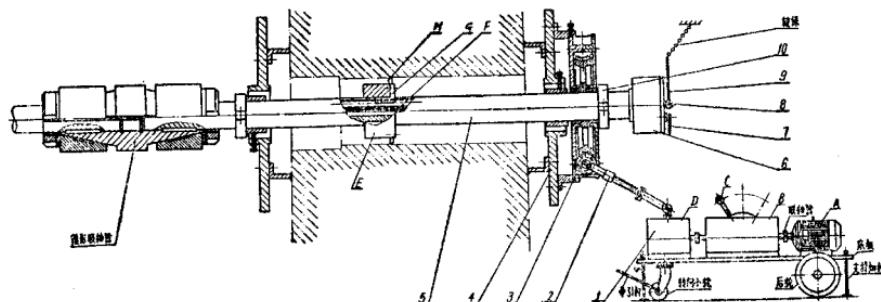

图 1 现场镗孔机总图
其传动原理如图 1 所示。镗杆的旋转运动，是由装在动力变速小车 1 上的 JQ 型电动机 A，联动齿轮变速箱 B 和伞齿接头箱 D，经球形万向伸缩传动轴系 2 上的传动蜗杆、蜗轮旋转。由于镗杆 5 与蜗轮是用键连接的，因此，镗杆 5 就带动在该杆上的刀架 E 和切削刀具，以一定的切削速度作旋转运动，若要改变圆周切削速度 v，只要停车后，扳动一下齿轮变速箱上的离合器手柄 C，就可得到倒、顺各四档一定数值的圆周切削速度。
1. 动力变速机构（图 1）